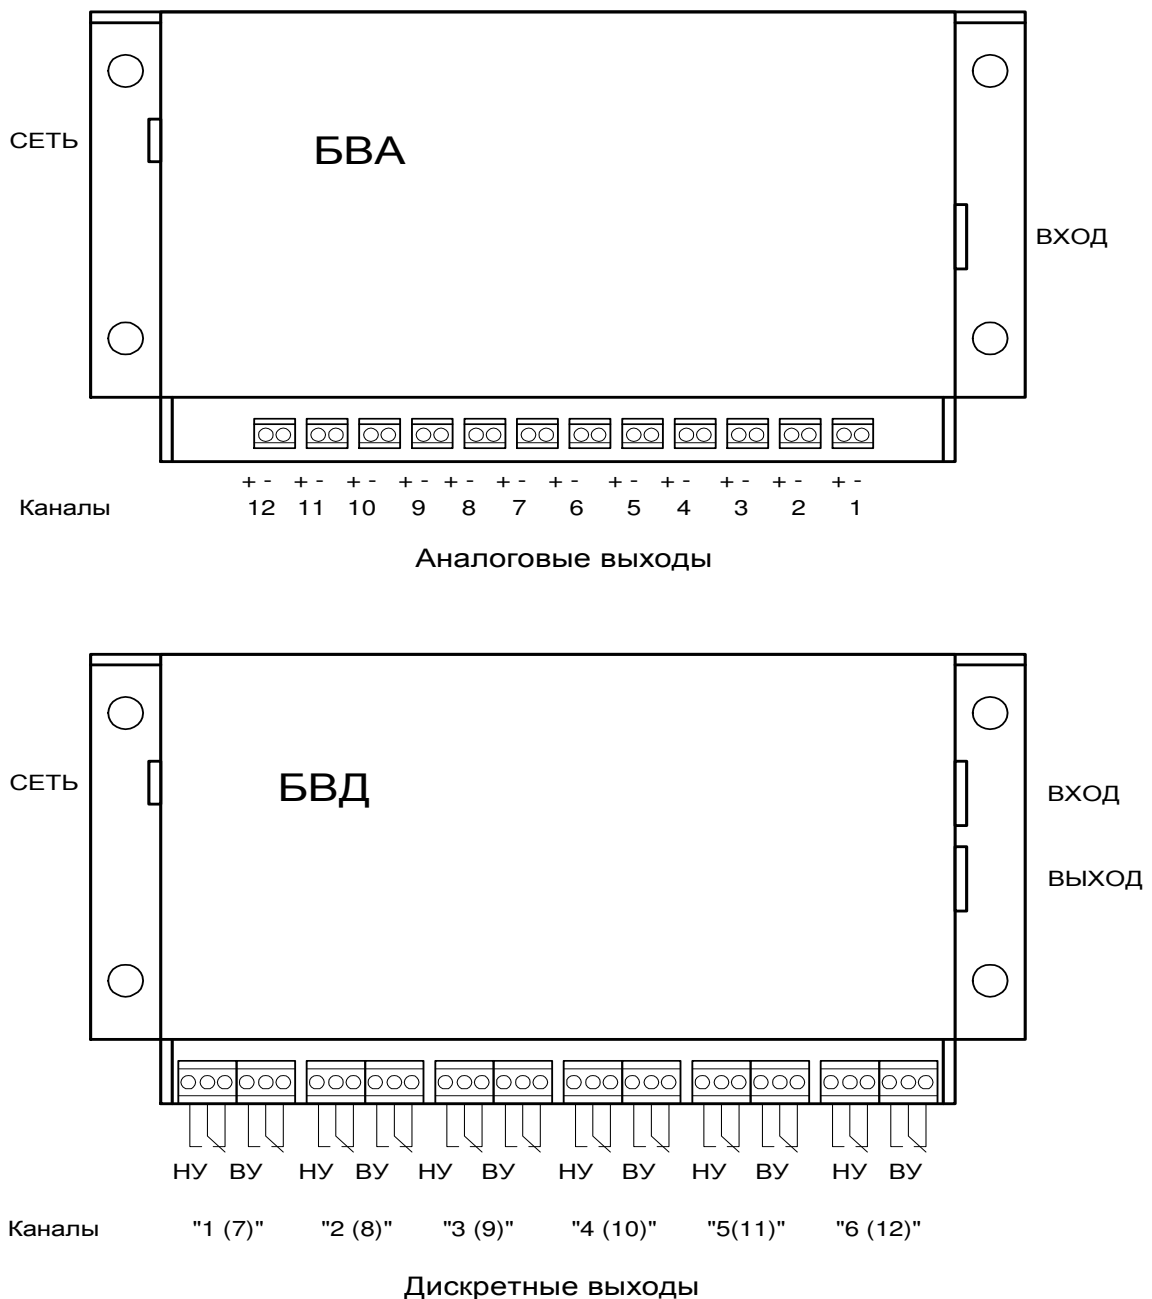

Рисунок 6 - Расположение выходных клеммных контактов для подключения внешних устройств
6.4. Выходные сигналы подключаются к блокам БВА и БВД (Рисунок 6).